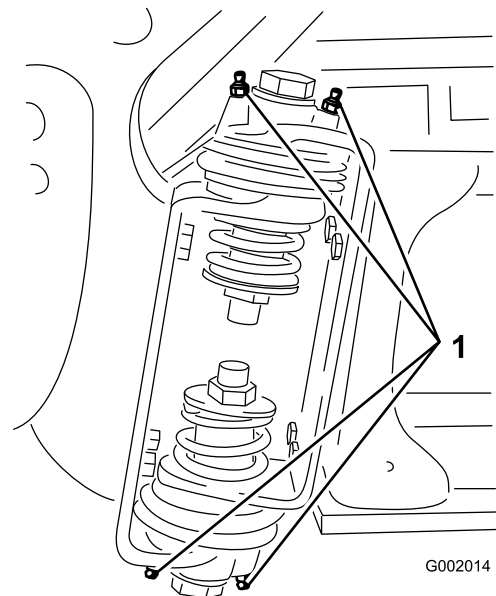

Figure 23
2. Injectez la graisse dans le roulement ou la bague de chaque graisseur (Figure 23).